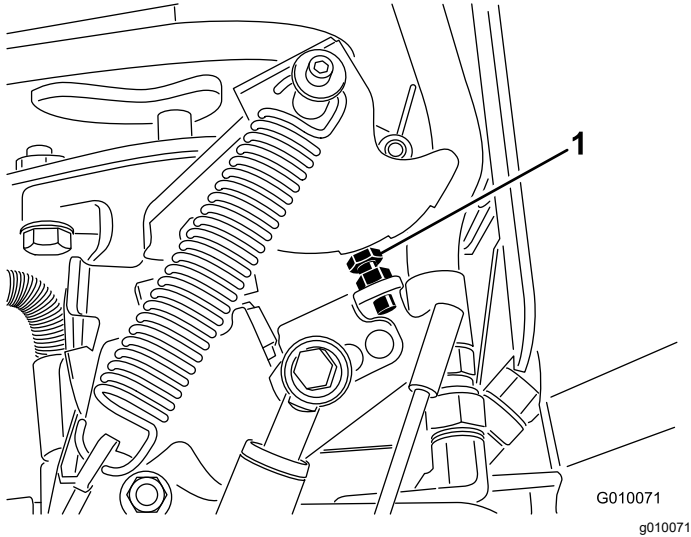

图 71
6. 如果需要进行调节转动泵止动螺栓图 71 使其更接近限位板以缩短打孔间距或将止动螺栓转离限位板以增大打孔间距。